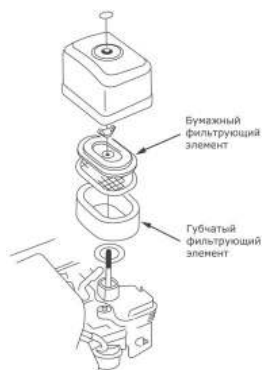

Рис. 9
7.5 Очистка и замена воздушного фильтра (Рис. 9).